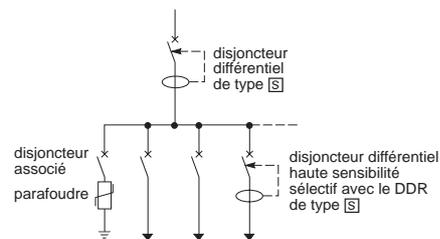

Fig. 1 : parafoudre placé en aval du disjoncteur différentiel
□ cas des dispositifs différentiels (fig. 1) : pour les abonnés BT en France, il est nécessaire de prévoir un dispositif sélectif de type S pour que l'écoulement du courant à la terre par le parafoudre ne provoque pas de déclenchement intempestif du disjoncteur de tête.